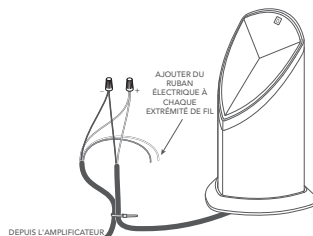

Figure 5
2. En commençant par l'enceinte la plus éloignée de l'amplificateur, dénudez 3/4 po d'isolation sur l'extrémité coupée des câbles pleine terre pour le canal d'amplification approprié, conformément aux tableaux ci-dessous, puis dénudez l'isolation des extrémités de la queue de cochon de l'enceinte correspondante. Enveloppez tous les câbles inutilisés dans du ruban électrique pour les protéger de l'humidité et des courts-circuits (voir Figure 5).
3. Connectez le câble pleine terre à la queue de cochon de l'enceinte à l'aide d'un collier de serrage (voir Figure 5).